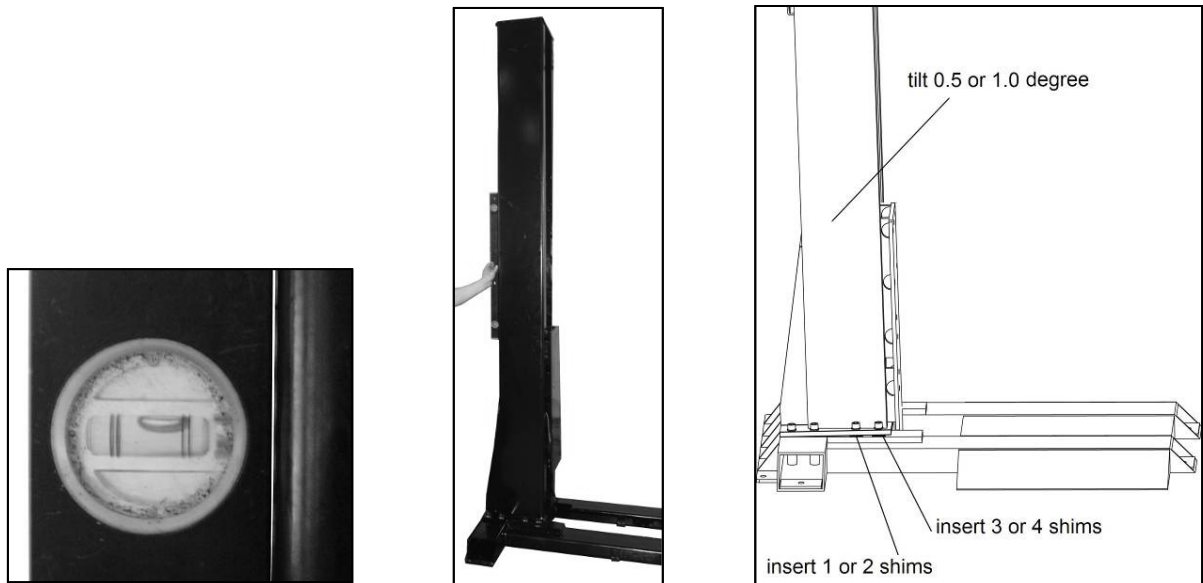

Figura : 5-A, B, C, D Colocación de la columna (2)
- 5) Para garantizar la verticalidad de la columna cuando los vehículos están estacionados sobre ella, debe fijarse un ángulo de inclinación de entre 0,5° y 1,0° utilizando calzos en la base de la columna. (Fig. 5-A, B, C)